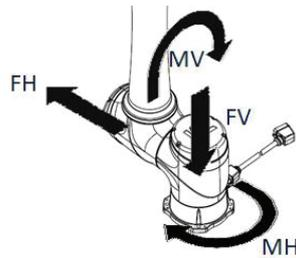

图12：TM机器人的力矩和方向说明
2. 不同型号的机器人在不同状态下会对安装面和螺丝产生不同程度的反作用力。请参见图12和表6，设计适合您的机器人操作的安装面。